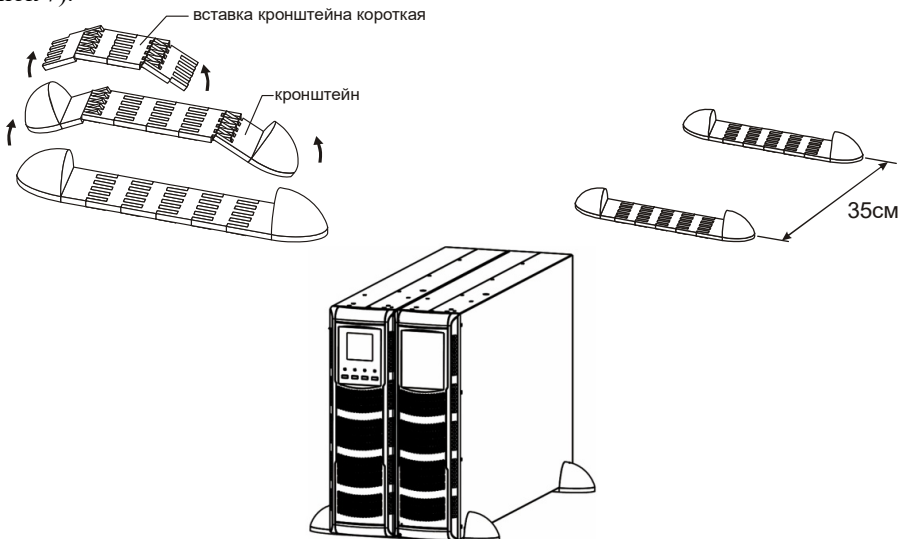

Рисунок 7 – Порядок установки ИБП совместно с БМ в вертикальное напольное (настольное) положение
**7.1.5** Установку ИБП совместно с БМ в вертикальное положение следует производить аналогично п.7.1.4 при помощи кронштейнов для вертикальной установки и коротких вставок кронштейнов для вертикальной установки из комплекта поставки ИБП и БМ (см. рисунок 7).